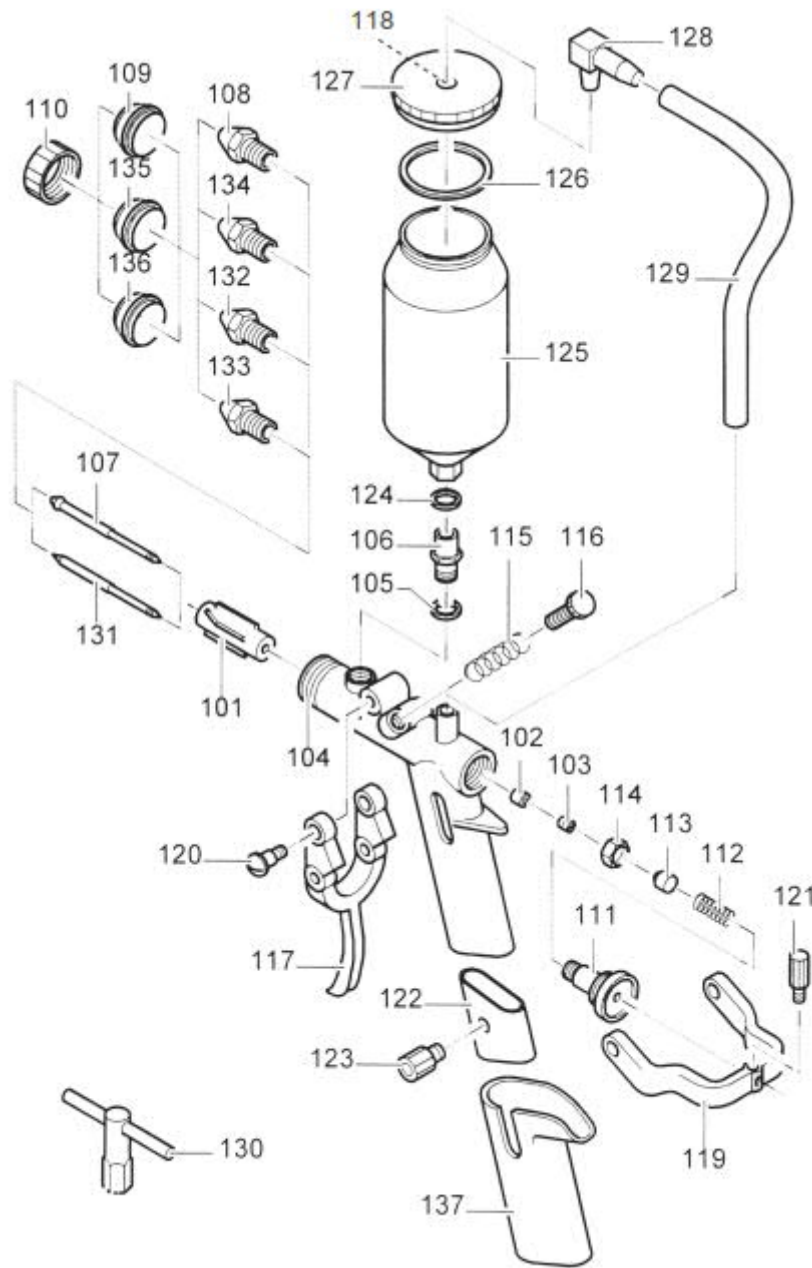

Рисунок 3
**Внимание!** После работы с водорастворимыми материалами – акриловыми и дисперсионными красками, а также связующими эмульсиями – насадку, иглу, курок и резьбу пружинной втулки поз. 111 рис. 3 после очистки рекомендуется смазать небольшим количеством масла.
Отвинтите накидную гайку (рис. 3, поз. 110), затем достаньте воздушную головку (рис. 3, поз. 109). Замените насадку с помощью прилагаемого гаечного ключа (рис. 3, поз. 130). Перед установкой смажьте резьбу новой насадки. При закручивании насадки не прилагайте чрезмерных усилий.
Чтобы произвести замену иглы, открутите накидную гайку (рис. 3, поз. 110), демонтируйте воздушную головку (рис. 3, поз. 109), снимите насадку (рис. 3, поз. 108). Ослабьте фиксирующий винт (рис. 3, поз. 121) и одновременно надавите на курок (рис. 3, поз. 117), сложите крепежную скобу (рис. 3, поз. 119). Достаньте иглу (рис. 3, поз. 107) из «дула» пистолета. При установке новой иглы убедитесь, что винт поз. 121 правильно зафиксирован в углублении иглы насадки.
Герметичность посадки иглы для насадки обеспечивается уплотнением (рис. 3, поз. 102). Щелевой винт с отверстием (рис. 3, поз. 103), который ввинчивается в крестовину (рис. 3, поз. 101), прижимает уплотнение к игле насадки. Если происходит утечка краски через уплотнение, затяните щелевой винт. Если результат неудовлетворительный, замените уплотнение на новое.
- 2) Опустите затвор-кожух (рис. 3, поз. 122) вниз.
- 3) При помощи отвертки вывинтите щелевой винт с отверстием (рис. 3, поз. 103).
- 1) Отвинтите накидную гайку (рис. 3, поз. 110), демонтируйте воздушную головку (рис. 3, поз. 109), снимите насадку (рис. 3, поз. 108), ослабьте фиксирующий винт (рис. 3, поз. 121), крепежную скобу для курка (рис. 3, поз. 119) потяните назад и сложите вверх, вывинтите ограничительный винт (рис. 3, поз. 111).
- 2) Достаньте иглу (рис. 3, поз. 107) из «дула» пистолета.
- 3) Вывинтите бачок для краски (рис. 3, поз. 125) и переходник (рис. 3, поз. 106).
- 4) Теперь, когда крестовина (рис. 3, поз. 101) ослаблена, необходимо опустить вниз затвор-кожух (рис. 3, поз. 122).
- 5) Достаньте крестовину (рис. 3, поз. 101) из «дула» пистолета.
- 6) Вывинтите щелевой винт (рис. 3, поз. 103) из крестовины.
- 7) Вставьте новую деталь (рис. 3, поз. 101) вместе с уплотнением (рис. 3, поз. 102) и щелевым винтом (рис. 3, поз. 103) на место демонтированных частей.
(идент. № ВJ 301 160 0571) (Рисунок 3)
- 1) Демонтировать бачок для краски поз. 126 (рис. 3) вместе с уплотнением поз. 124 (рис. 3).
- 2) На переходник поз. 106 (рис. 3) установить гайку поз. 203 (рис. 5), уплотнительное кольцо поз. 204 (рис. 5) и отвод поз. 201 (рис. 5).
- 6) Заменить шланг подачи сжатого воздуха поз. 129 (рис. 3) на шланг длиной 47 см. поз. 205 (рис. 5).